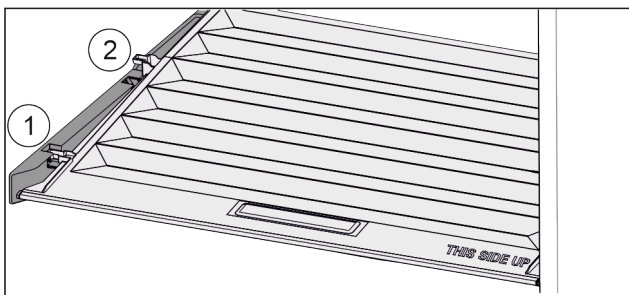

Fig. 46
- ▶ Tirare in avanti il coperchio fino all'apertura nei fermi Fig. 46 (1).
- ▶ Sollevare posteriormente dal basso e togliere verso l'alto Fig. 46 (2).